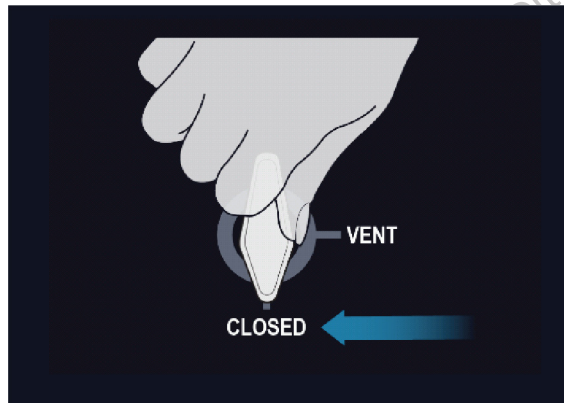

Figure 8. Valve Vent (Décharge des gaz) - Complètement fermée
1. Au dos de la console, vérifiez que la valve Vent (Décharge des gaz) est en position CLOSED (FERMÉE) (voir Figure 8).